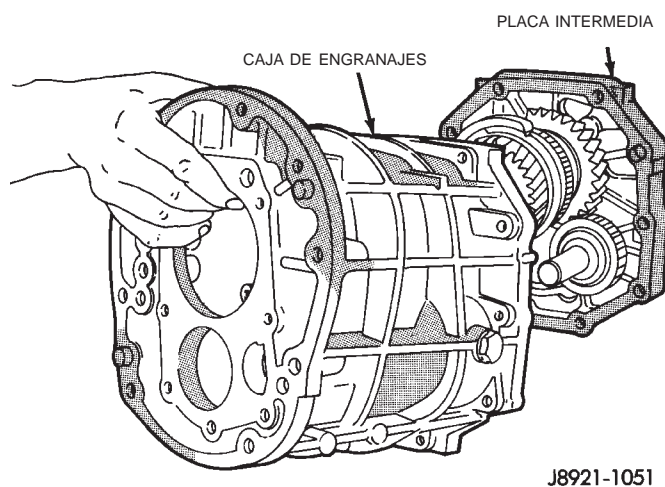

Fig. 35 Desmontaje de placa intermedia de la caja de la transmisión
(24) Separe la placa intermedia de la caja de la transmisión (Fig. 35).